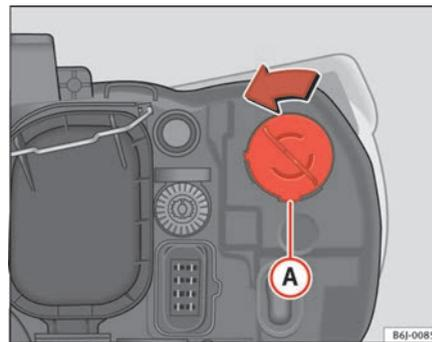

Abb. 144 Blinklicht
- Die Fassung ⇒ Abb. 144 Ⓐ nach links drehen und ziehen.